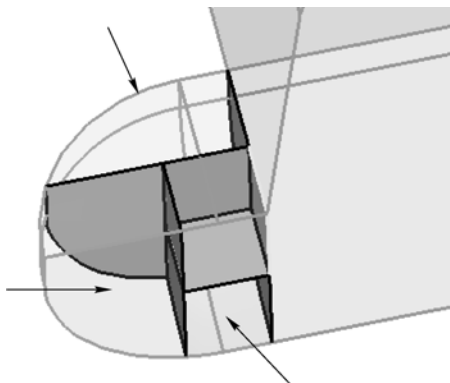

图 3-29 选择实体位置
- (1) 进入 merge 面板。
- (2) 激活 to be merged>solids 选择器，选择如图 3-29 所示的 3 个实体。